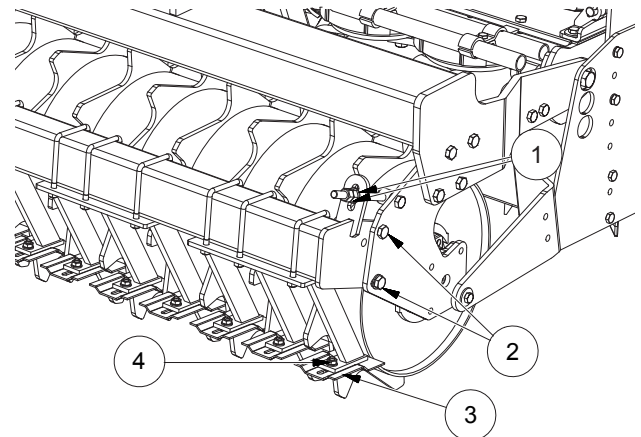

FIG. 37
- Die Schraubenmutter lockern (2, "Fig. 37").
- Die Schraubenmutter (1) lockern bis zum Annähern des Schabers an der Walze, soweit gewünscht.